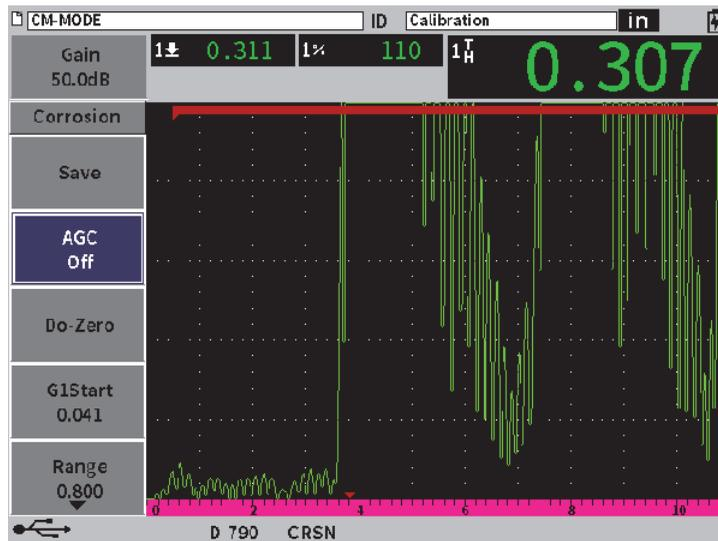

図 11-38 厚さ精度優先モードの AGC オフ
2. 調整ノブを回して AGC を**オフ**に設定します（223 ページの図 11-38 参照）。